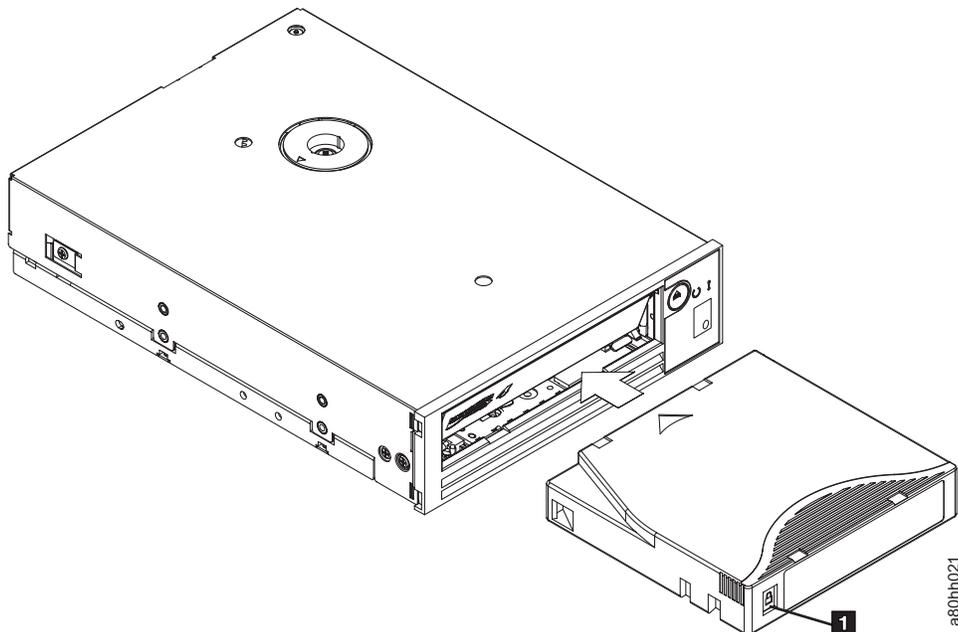

Figure 6. Insertion d'une cartouche dans l'unité
3. Tenez la cartouche de façon que le taquet soit face à vous (**1** sur la figure 6).